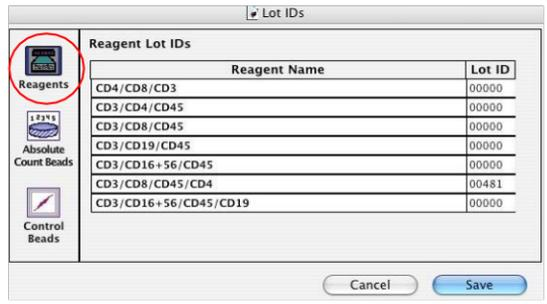

Figura 4: Tela Reagents no ícone Lot IDs.
2.3.2. Clicar em **Reagent Lot ID** (Figura 4). Colocar o número do lote do reagente.